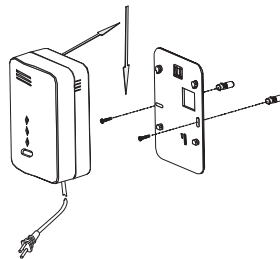

Fig. 2
3. Use una broca de 5mm (3/16 inch) para taladrar dos agujeros en las marcas e inserte los tacos (Fig. 2).
5. Alinee la ranura lateral del soporte y el detector. Empuje el detector sobre el soporte de montaje y fijelo (vea la dirección de la flecha, Fig. 2). Tire del detector hacia fuera para asegurarse que está bien sujeto al soporte de montaje.